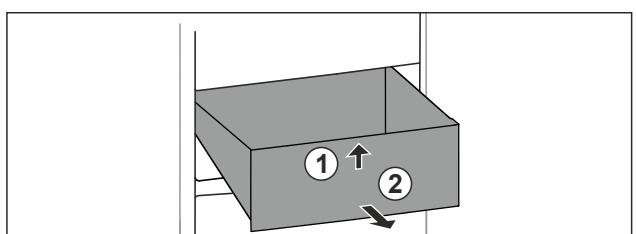

Fig. 68
- Повдигнете чекмеджето отпред. Fig. 68 (1)
- ▶ Извадете чекмеджето напред. Fig. 68 (2)